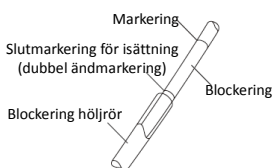

Bild 2
- När du trycker blockerings spets ut från endotrakealtubens ficka, se till att fatta blockeringskäftet nära blockerings höljör (området mellan slutmarkeringen för isättning och första djupmarkeringen som visas i Bild 2). Annars kan den sno sig eller bryta blockeringskäftet.